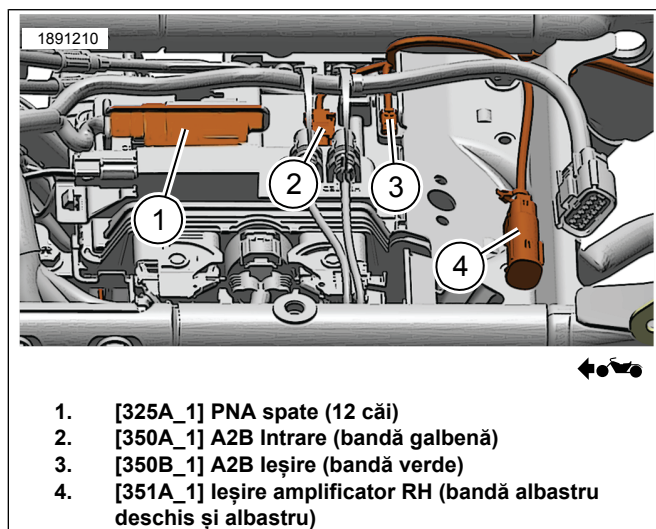

Figura 7. Vedere de sus, direcționarea sub șa a cablajului extern
- a. A se vedea figura 7. Conectați conectorul pentru cablaj extern al desăgii din stânga [351B] la conectorul pentru cablaj de ieșire al amplificatorului de la desaga din dreapta [351A] (4) (ambele identificate cu bandă albastră).